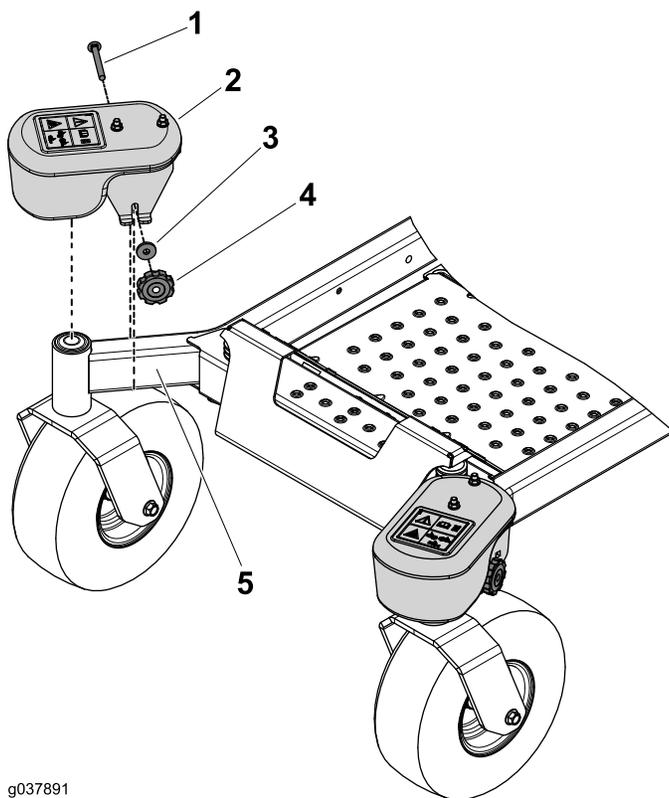

Figura 9
- Utilice el pomo, la arandela y el perno de cuello cuadrado (3/8" x 3 1/2") para sujetar un peso al brazo de cada rueda giratoria (Figura 9).